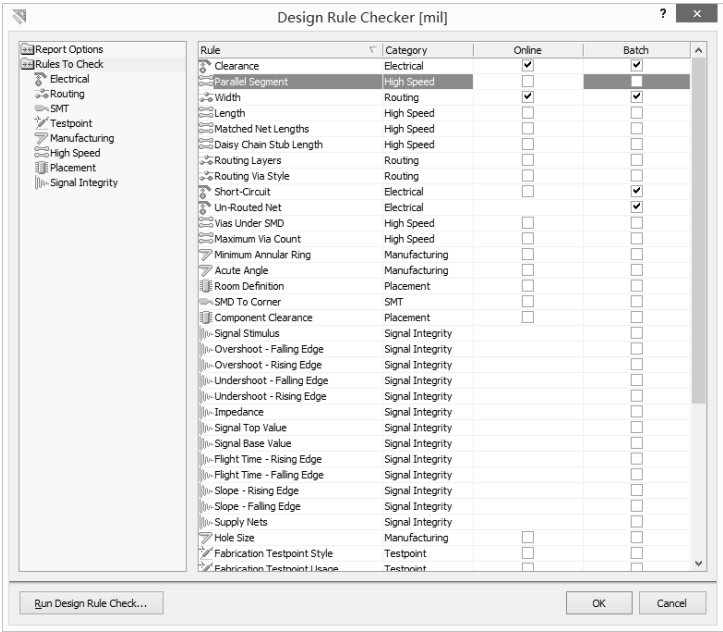

图 3.5.22 设置规则检查
(2) 选择“Rules To Check(检查规则)”选项,“设计规则检查器”对话框的右侧区域中“Rule(规则)”和“Category(类别)”列表列出了要检查的规则项目及其所属的规则类别,如图 3.5.22 所示,选中“Clearance(间距)”和“Width(线宽)”后面的“Online(在线)”复选框,表示可在线对间距和线宽规则进行 DRC 检查。